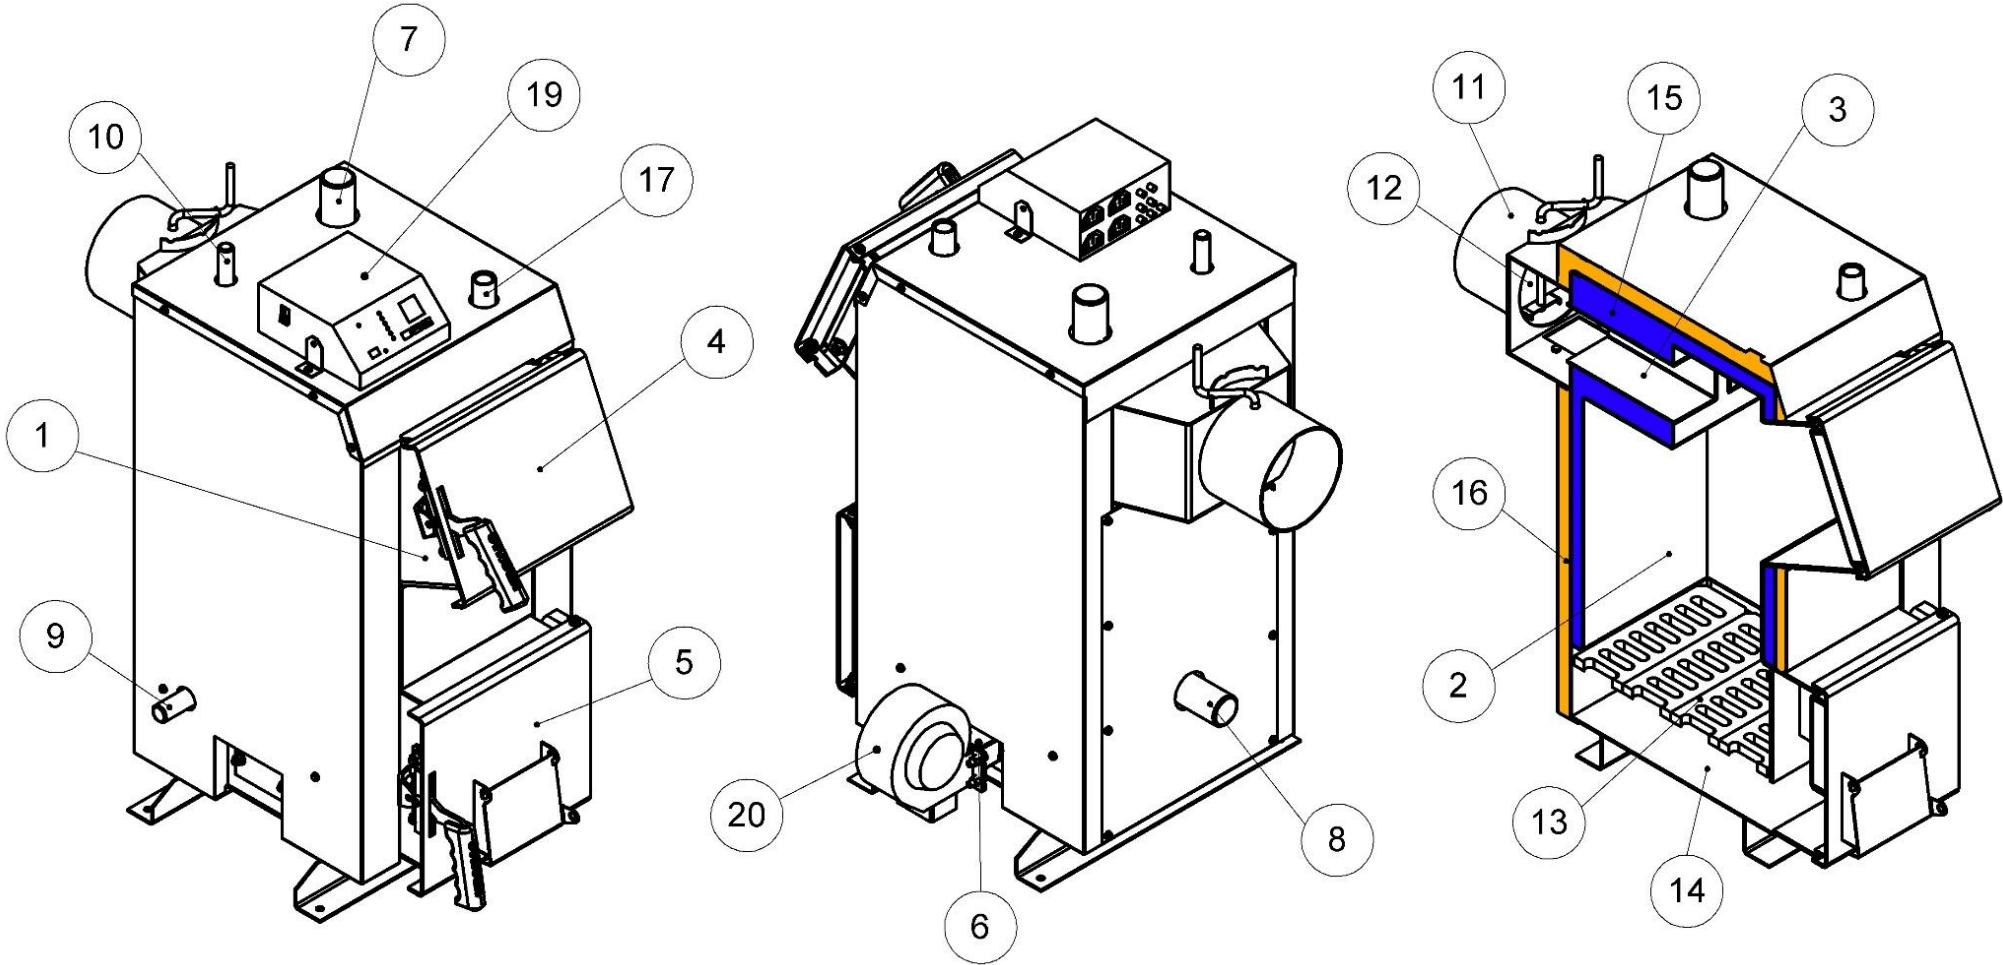

Рисунок 5.2 – Зовнішній вигляд та основні елементи котла (серія Еко+)
- у котлі **Eko+** – припливним вентилятором (поз. 20, рис. 5.2) під колосникові грати по каналу подачі повітря. Кількість повітря, необхідного для процесу згоряння, регулюється автоматично контролером (поз. 19, рис. 5.2).